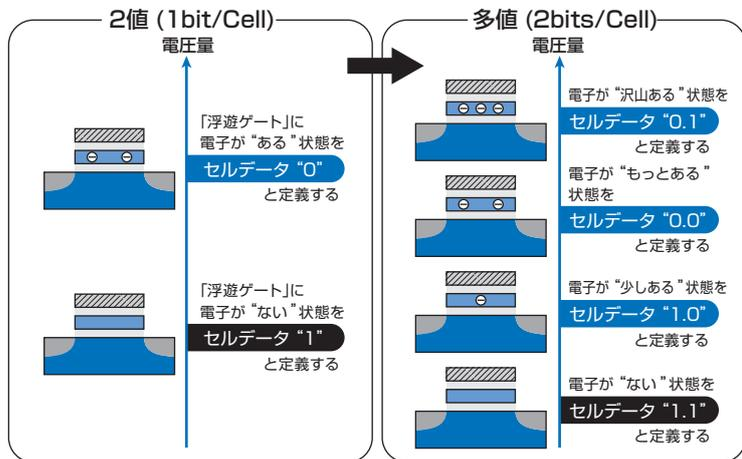

図2: NAND型フラッシュメモリの動作 (書き込みと消去)
**先生：**そうだね。「書き込み」や「消去」は、電子に電圧をかけるとプラス（+）とマイナス（-）が引き付けられるという現象を利用している。（図2）のように、「書き込み」の時は「制御ゲート」側に高電圧（+）をかけると、そちらに近づこうとして電子（-）は、通常は絶縁状態の「トンネル酸化膜」を通過し、「浮遊ゲート」に移動する。反対に「消去」の時は、シリコン基板側に高